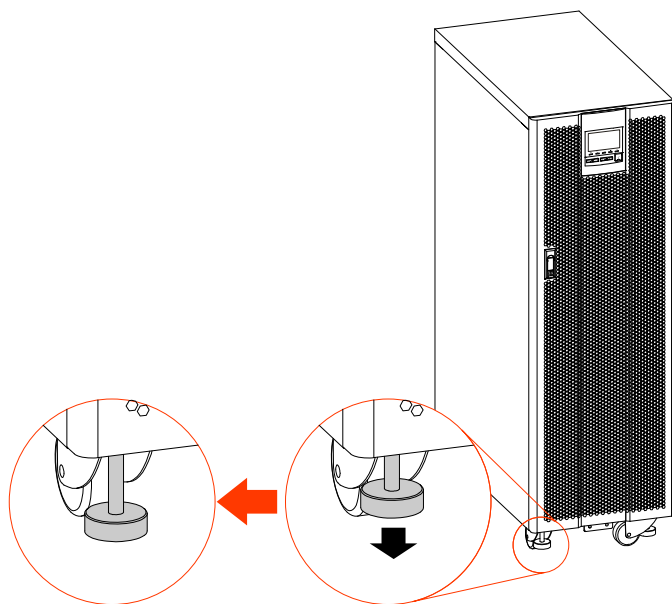

Figure3-12 Regolare i piedi di supporto
- Per 80kVA, 100kVA, 140kVA, regolare ciascun piede di supporto in modo che sia parallelo ai piedi di supporto rispetto al terreno, come mostrato in Figure3-12.